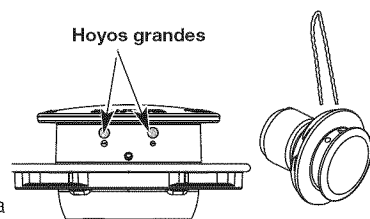

Fig. 16
- Inserte ambos extremos de la línea en los orificios adecuados ubicados al costado del cabezal de corte (Fig. 16).